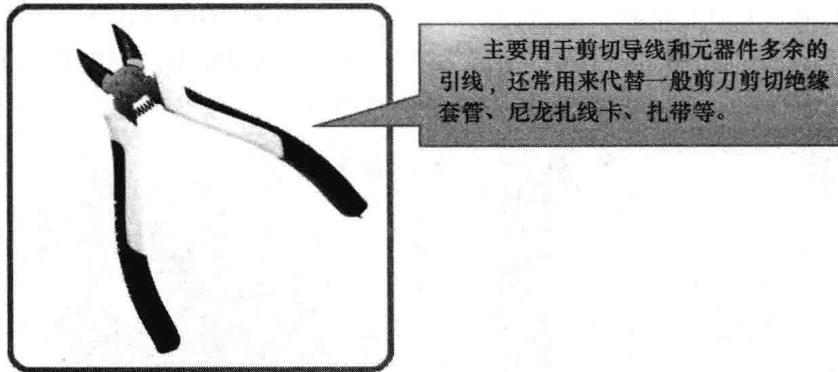

图 1-1-9 偏口钳外形图
(1) 偏口钳(桃嘴钳)的外形及用途介绍，如图 1-1-9 所示。
(2) 剥线注意事项：利用偏口钳剥离导线绝缘层要注意力度，不要用力过度，以防把线剪断。保护层不要剥离过长，4cm 左右为宜，绝缘层剥离 2cm 为宜。